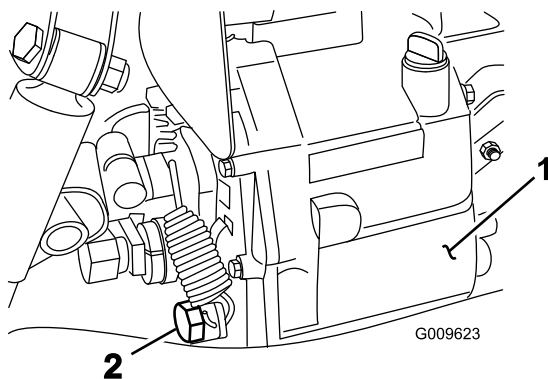

Рисунок 77
2. Снимите сливную пробку с боковой стороны резервуара и дайте гидравлической жидкости стечь в сливной поддон (Рисунок 77).